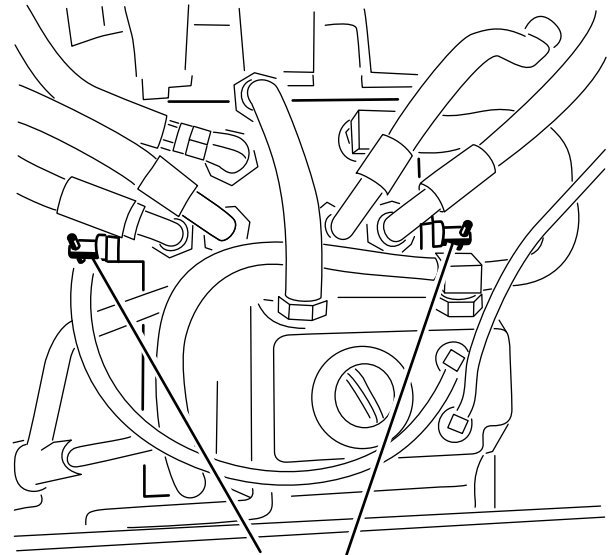

Figura 57
3. Gire las válvulas de desvío una vuelta en el sentido contrario a las agujas del reloj (Figura 57).
Gire cada válvula de desvío una vuelta en el sentido de las agujas del reloj y apriételas a mano (apriete de 8 N-m [71 pulgadas-libra] aproximadamente) (Figura 57).